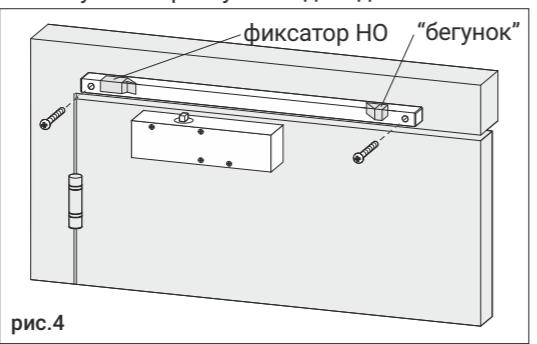

рис.4
- Установите на штангу торцевые заглушки. Установите штангу по разметке, закрепите ее 2-мя винтами (шурупами), рис.4.